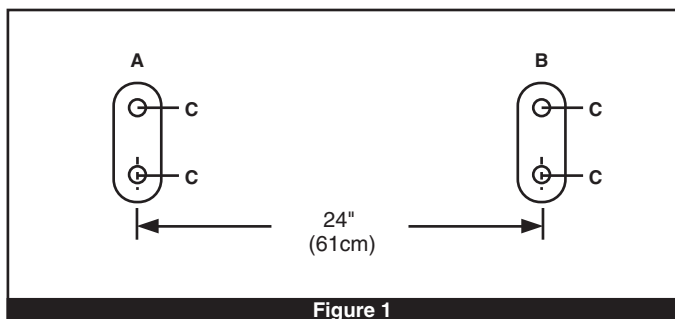

Figure 1
- Position one of the wall flanges (A) vertically on the wall at the desired height, using a level (to make sure that the wall flange is straight). Mark hole locations with nail or punch in centers of projecting fittings (C). (see figure 1)
- Position the other wall flange (B) vertically on the wall 24" from center to center of wall flange holes, on both (A) and (B) wall flanges. Use a level to make sure that the wall flange is straight and that both wall flanges align horizontally with each other. Mark holes locations with nail or punch in centers of projecting fittings (C).
- Mount wall flanges with #10 x 1 1/2" screws provided. Make sure that set screw holes on the projecting fittings (C) are facing down.
- Placer une des brides murales (A) verticalement, à la hauteur désirée sur le mur. Utiliser un niveau afin de placer la bride bien droite. Marquer l'emplacement des trous à l'aide d'un clou ou d'ou pointeau, au centre des raccords saillants (C). (voir la figure 1)
- Placer l'autre bride murale (B) verticalement, en laissant un espace de 61 cm entre les centres des trous des brides A et B. Utiliser un niveau afin de placer la bride bien droite et d'aligner correctement les deux brides à l'horizontale. Marquer l'emplacement des trous à l'aide d'un clou ou d'un pointeau, au centre des raccords saillants (C). (voir la figure 1)
- Fixer les brides avec les vis n° 10 x 1,5 po fournies. S'assurer que les trous des vis des raccords saillants (C) sont orientés vers le bas.